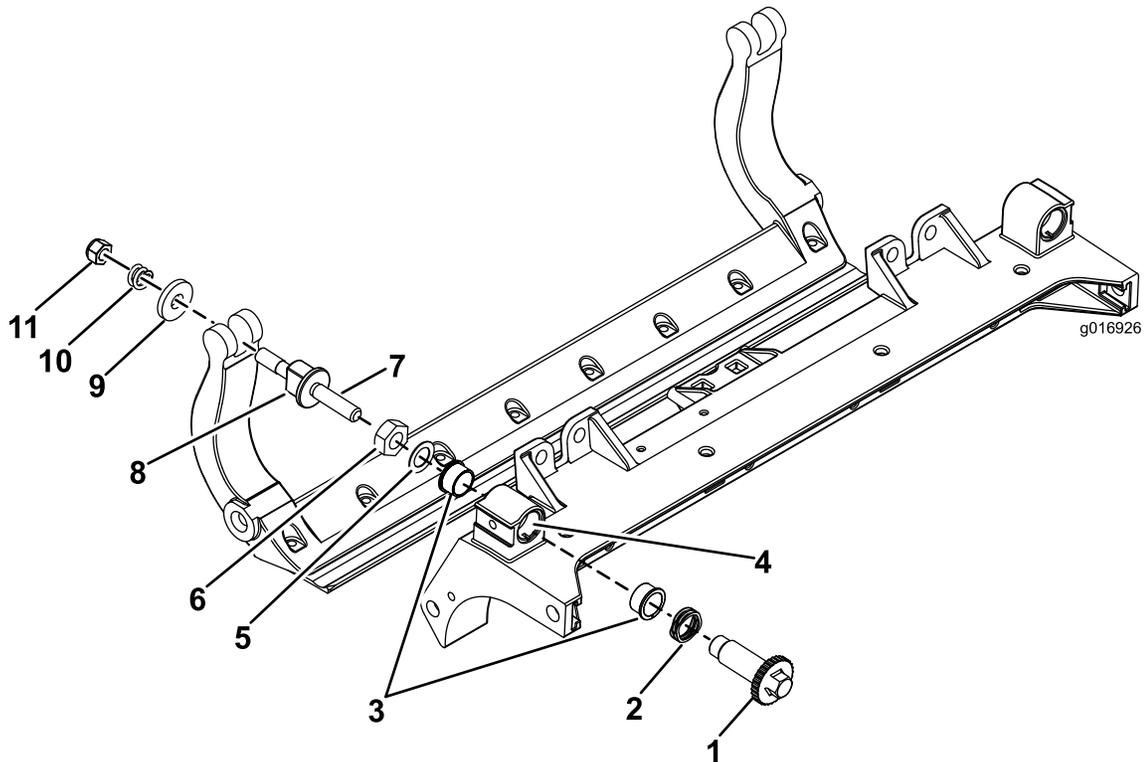

Рисунок 34
1. Снимите все детали (см. *Инструкции по установке* для HD комплекта DPA и Рисунок 34).
2. Нанесите противозадирный состав на внутреннюю поверхность втулки на внутренней поверхности втулки на центральной раме режущего блока (Рисунок 34).
3. Совместите шпонки фланцевых втулок с прорезями в раме и установите втулки (Рисунок 34).
4. Установите волнистую шайбу на вал регулятора и вставьте вал регулятора во фланцевые втулки, установленные в раме режущего блока (Рисунок 34).
5. Закрепите шпindel регулятора с помощью плоской шайбы и контргайки (Рисунок 34).
12. На нейлоновые шайбы установите стальные шайбы (Рисунок 34).
Примечание: На внутренней стороне пластин шайбы могут быть установлены с зазором (Рисунок 34).
15. Затяните гайку на каждом узле регулировки планки неподвижного ножа до полного сжатия пружины, а затем отпустите гайку на ½ оборота (Рисунок 34).